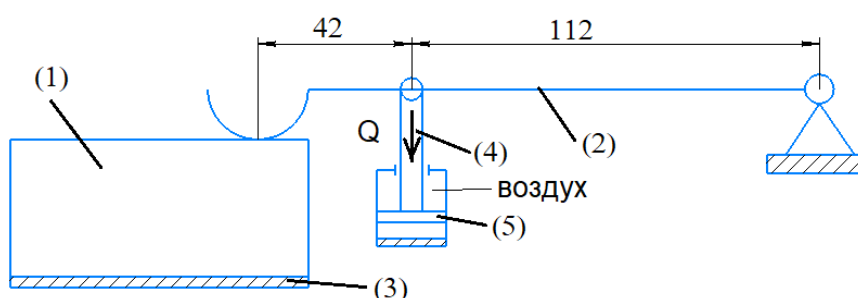

Рис. 2.
Для обработки детали привода КИМ на фрезерном обрабатывающем центре ее заготовка (1) крепится в специальном зажимном устройстве с пневматическим приводом (рис. 2). Зажим заготовки осуществляется путем ее прижима с помощью рычага (2) к опоре (3). Рычаг приводится в движение с помощью пневматического цилиндра круглого сечения, имеющего шток (4) и поршень (5). Сжатый воздух подается только в штоковую полость. Длины плеч рычага $A=112$ мм и $B=42$ мм показаны на рис. 2. Требуется определить, какая сила F будет приложена к заготовке, если известен диаметр поршня пневмоцилиндра $D=50$ мм, диаметр штока $d=20$ мм, а давление воздуха в пневмоцилиндре составляет $p=0,6$ МПа. КПД рычажного механизма $\eta=0,95$.